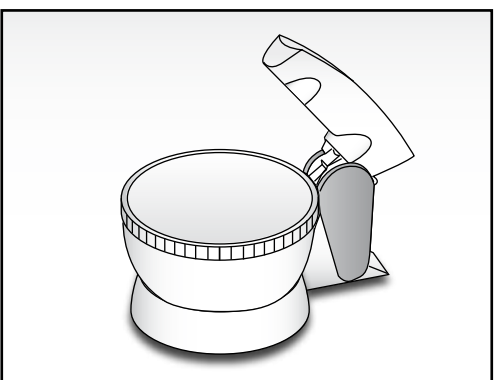

Fig. 2
- Poser le support (B) sur une surface plate et stable.
- Positionner le bol (A) dans son logement (Fig. 2).
- Die Aufnahme (B) auf eine ebene und stabile Fläche stellen.
- Die Schüssel (A) in die entsprechende Öffnung einsetzen (Abb. 2).